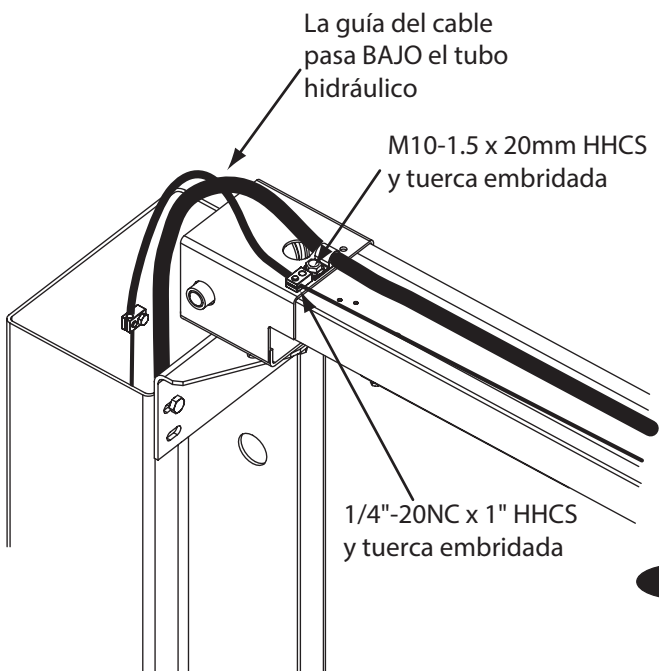
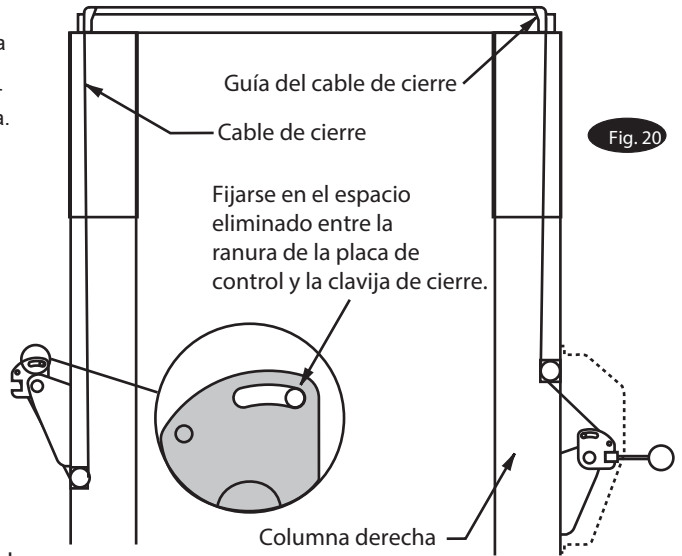
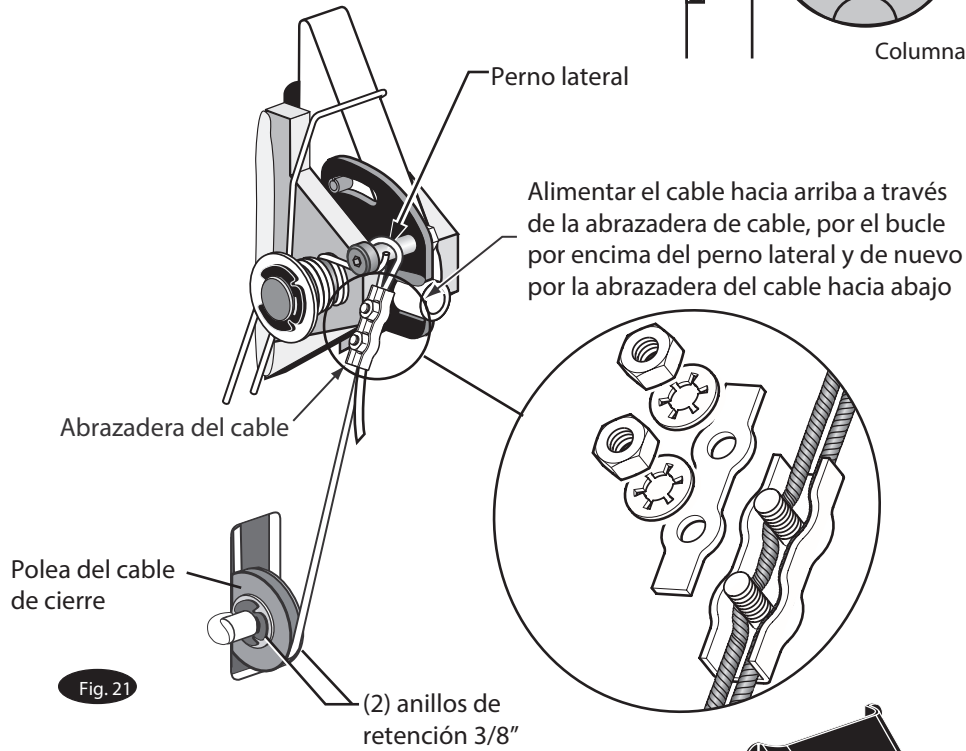

Fig. 18a
Fig. 20
Fig. 21
**NOTA:** El tubo del travesaño va por encima del extremo superior del conjunto del travesaño (Fig. 14, Fig. 18a y Fig. 18b).
- D) Conectar los soportes de guía de conducto de cable de cierre al travesaño como se muestra en la Fig. 18a y la Fig. 18b. Utilizar siempre los orificios del lado de aproximación del elevador. El HHCS debería estar en el orificio más cercano al centro del travesaño (Fig. 18b).
- E) Guiar el cable hacia arriba dentro de la columna y a través de la guía del cable de cierre (Fig. 18a y Fig. 20).
- F) Seguir guiando el cable hacia la guía del cable de cierre de la columna izquierda (Fig. 18a y Fig. 20) y por la guía de cable de cierre de la columna izquierda (Fig. 18a).
- G) Bajar el cable dentro de la columna izquierda y alimentar el extremo del mismo a través de la ranura de la polea del cable de cierre inferior para que el cable vuelva fuera de la columna (Fig. 21).
- H) Guiar el cable bajo el lado inferior de la polea del cable de cierre (Fig. 21).
- J) Introducir el cable en el abrazadera del cable a lo largo de un lado, el bucle alrededor del tornillo lateral y de nuevo hacia abajo, introduciendo el cable a lo largo del otro lado del abrazadera de cable (Fig. 21). Colocar la parte superior de nuevo en la abrazadera, apretando ligeramente.
- K) Después, tirar de la placa de control hacia abajo (Fig. 20 y Fig. 21) para eliminar cualquier espacio entre la ranura de la placa de control y la clavija de cierre (Fig. 20).